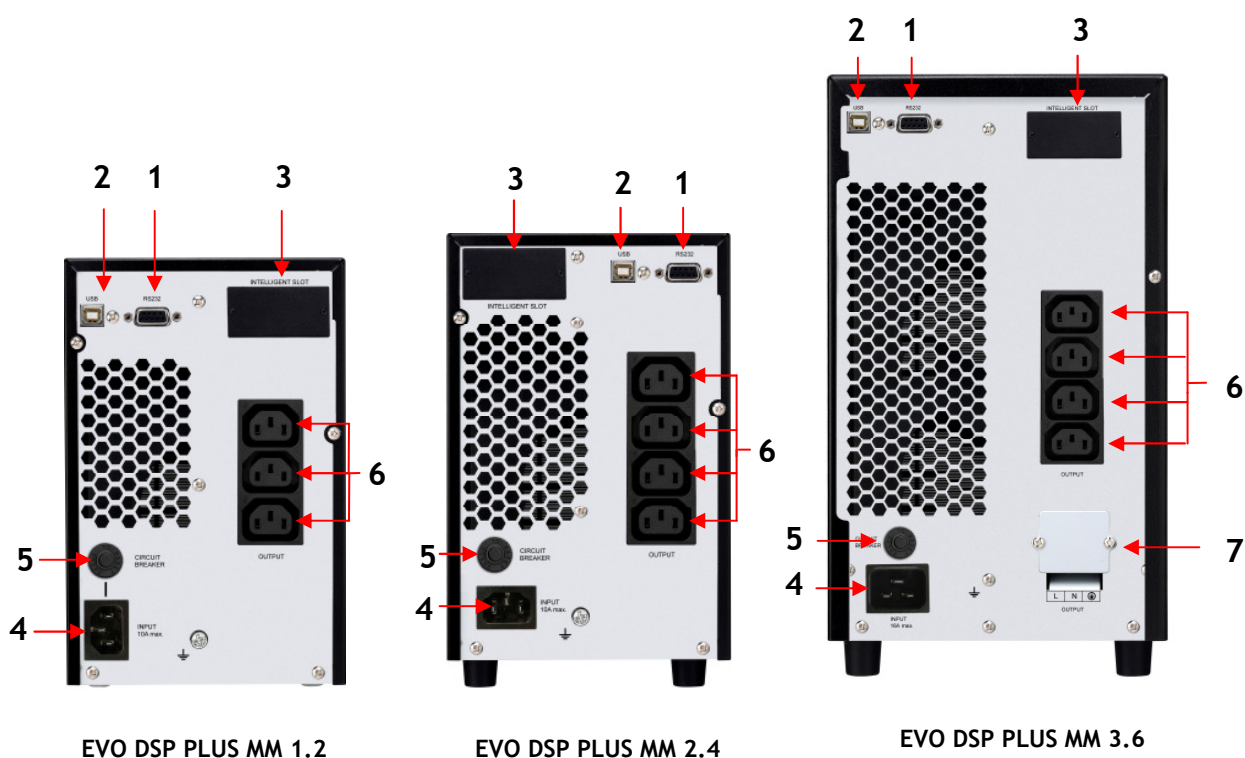

Figura 4 - Pannello Posteriore
1. Tramite il cavo di alimentazione in dotazione collegare la presa d'Ingresso rete (vedi figura 4) ad una **presa di alimentazione elettrica che deve avere obbligatoriamente una connessione a terra secondo le norme vigenti**. Verificare accuratamente il collegamento a terra della presa d'alimentazione elettrica.